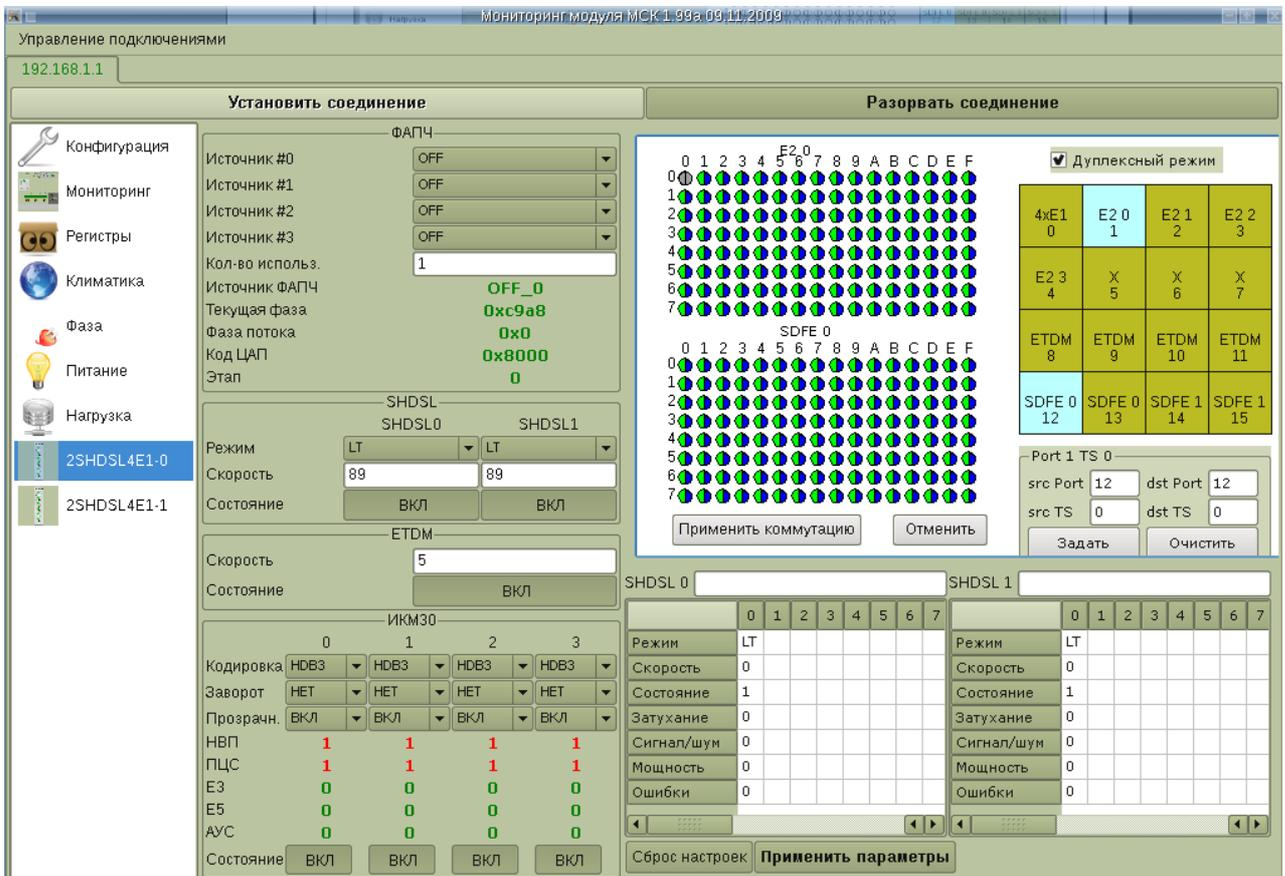

Рисунок 39: Окно 2SHDSL-4E1-Eth
7. Скомутируйте тайм-слоты двух элементов коммутации между собой. Для чего установите курсор мыши в середину подсвеченной серым цветом части таблицы коммутации нажмите и удерживайте нажатой левую кнопку мыши и перемещайте тайм — слоты (окружности) одного элемента коммутации до полного совмещения с тайм–слотами (окружностями) другого элемента коммутации (Рис.39). Отпустите левую клавишу мыши.